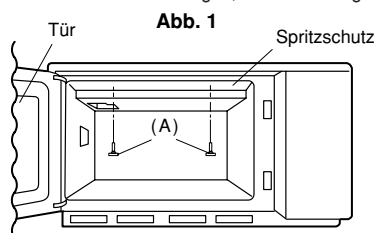

Abb. 1
1. Die beiden Rändelschrauben (A) wie in Abb. 1 gezeigt entfernen.
2. Den Spritzschutz mit den beiden Rändelschrauben (A) sicher an der Decke befestigen, wie in Abb. 1 gezeigt.